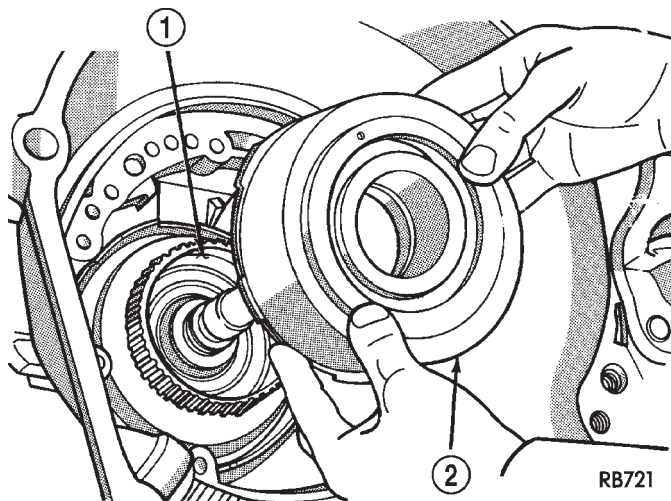

Fig. 56 Conjunto del embrague delantero
(15) Instale el conjunto del embrague delantero (Fig. 56). Asegúrese de que todos los discos estén acoplados en las acanaladuras del retén del embrague trasero, de lo contrario se producirá un fallo del transeje.